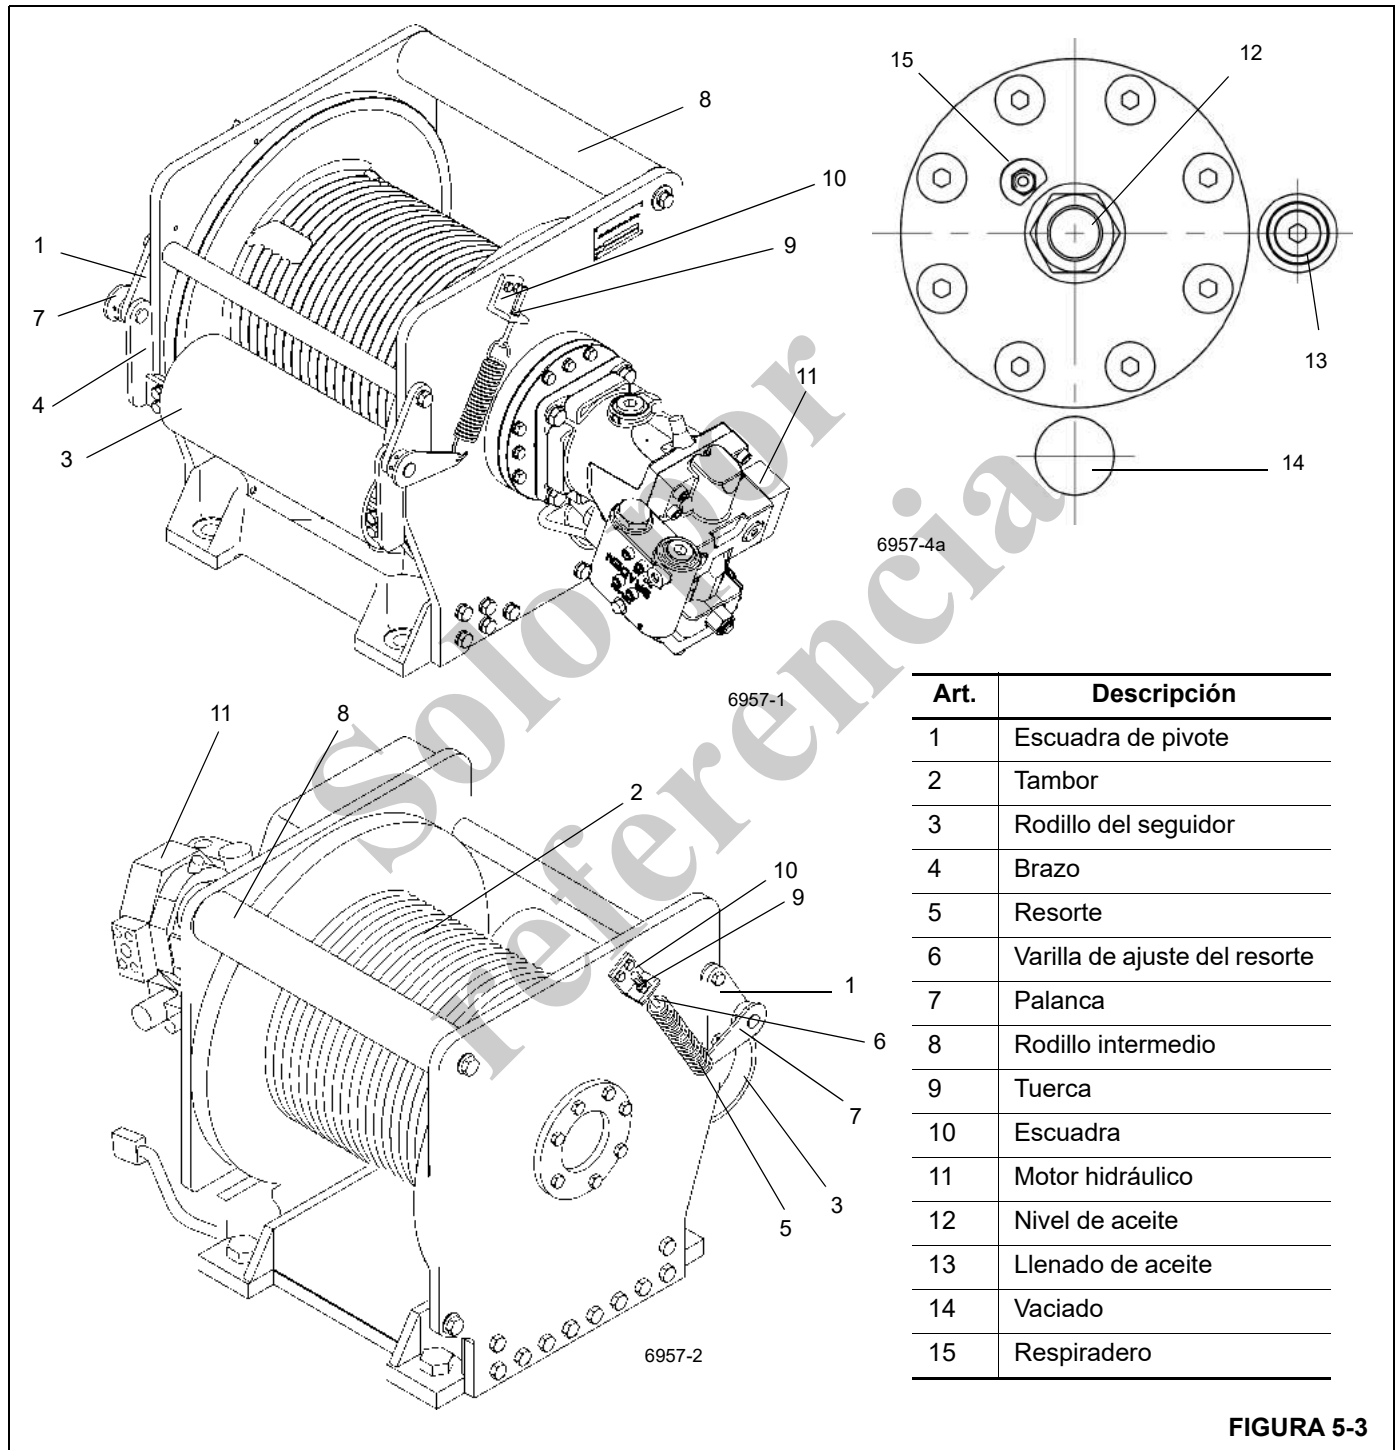

FIGURA 5-3
1. Retire el perno, la arandela y la arandela de seguridad del lado derecho del tambor intermedio (Figura 5-3).
1. Suelte las tuercas de ajuste y retire el resorte tensor y la barra de ajuste de ambos lados del malacate. Consulte (Figura 5-3).